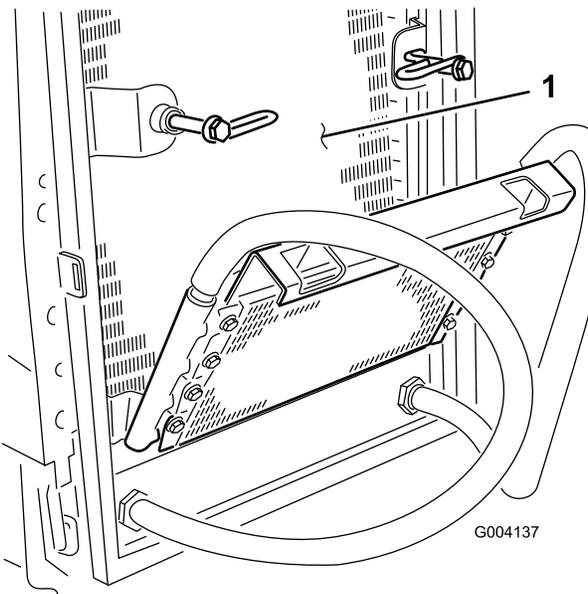

Bild 74
6. Reinigen Sie beide Seiten des Ölkühlers und des Kühlers gründlich mit Druckluft (Bild 74).